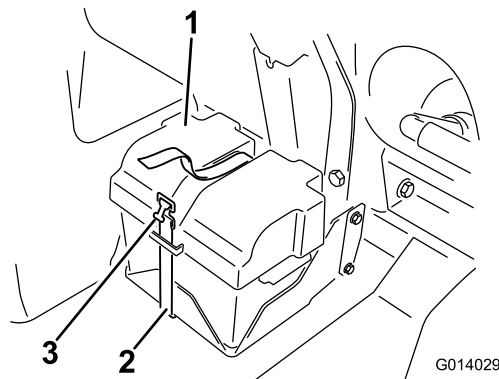

Рисунок 91
2. Снимите крышку аккумуляторной батареи и отсоедините отрицательный (черный, «земля») кабель от штыря аккумуляторной батареи (Рисунок 91).
4. Установите крышку аккумуляторной батареи и закрепите ее хомутом, снятым ранее (Рисунок 91).